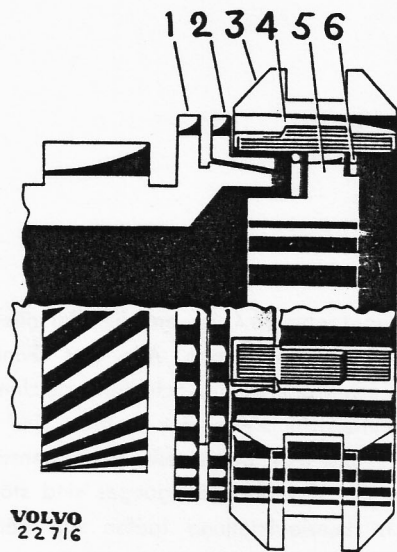
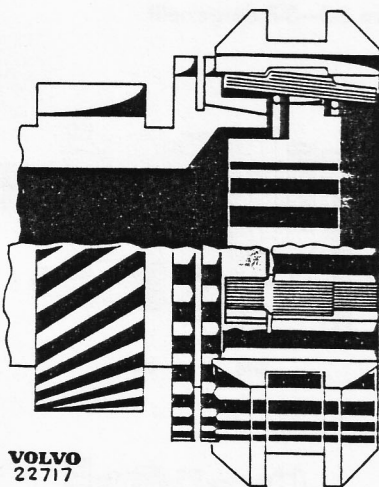

Bild 3-8. Leerlaufstellung
Bild 3-9. Synchronisierungsvorgang
Die Ausführung und Arbeitsweise der Synchronrichtung ist auf den Bildern 3-8—3-10 dargestellt. Wird ein Gang eingeschaltet, drückt die Schaltgabel die Schaltmuffe (3. Bild 3-8) gegen das entsprechende Zahnrad. Die Führungen (4) pressen den Synchronring (2) gegen den Konus des Zahnrades (1). Stimmt die Drehzahl des Zahnrades nicht mit der Drehzahl der Schaltmuffe überein, so hat — infolge der auftretenden Reibung — der Synchronring das Betreiben, die beiden Drehzahlen einander anzugleichen, sie zu "synchronisieren". Dabei verdreht sich der Synchronring gegenüber der Schaltmuffe. Die Führung begrenzt diese Verdrehung auf eine halbe Zahnbreite, siehe Bild 3-9. Durch die Verdrehung verdeckt die Verzahnung des Synchronringes die Verzahnung der Schaltmuffe und verhindert auf diese Weise das Einschalten.